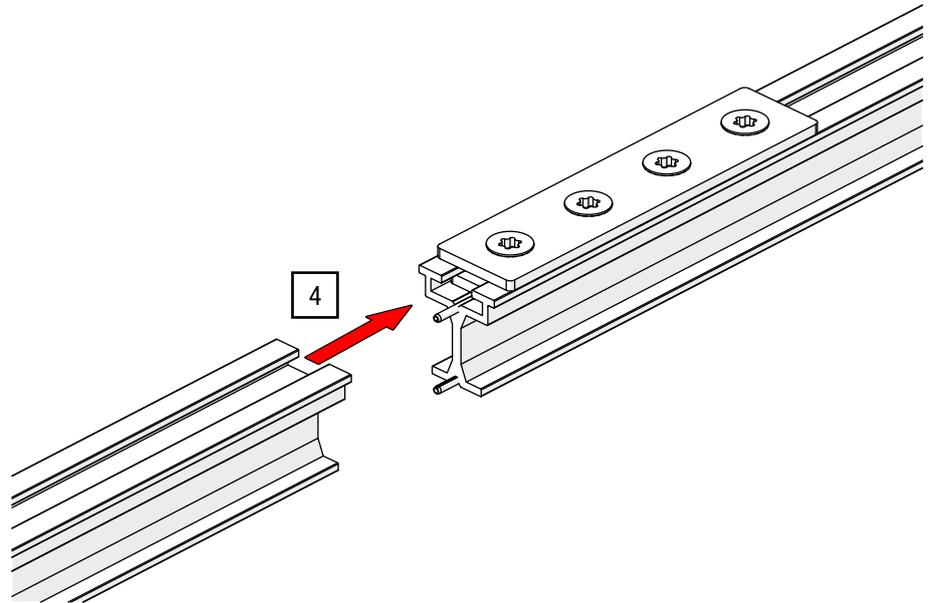

Abb. 45: Schienenverbinder – Schienenteile zusammenstecken
4. Stecken Sie das zweite Schienenteil auf die Verbindungsstifte und positionieren Sie es bündig mit dem ersten Schienenteil (siehe Abb. 45).